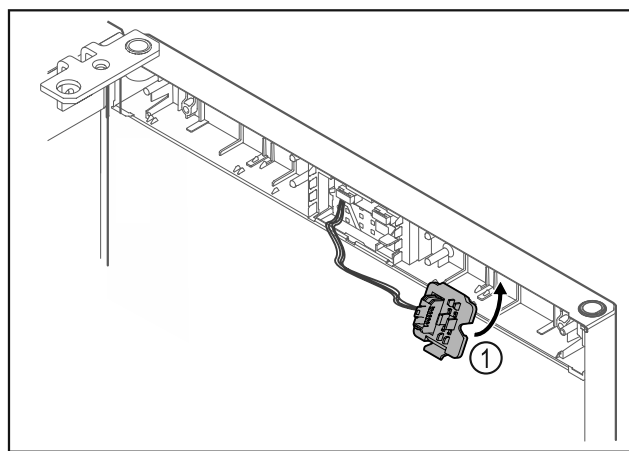

Fig. 23
- Nofiksējiet spraudņa turētāju Fig. 23 (1) pretējā pusē.